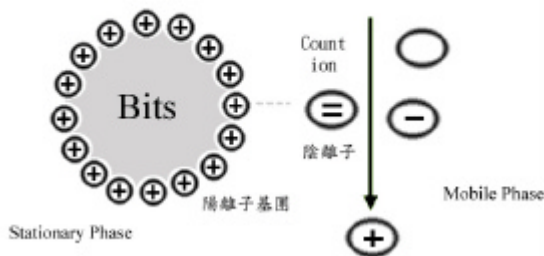

Fig 3 陰離子交換樹脂之示意圖，左右兩端分別為固定相與流動相。
(2) 分離方式有許多種類，如 Ion exchange ; Hydrophobic interaction ; Affinity ; Reversed Phase...等許多方式，本次實驗是使用 ion exchange 來分離，所以就以 ion exchange 的原理來討論與解說，同學若有興趣可以翻閱介紹 HPLC 的書籍。基本上 ion exchange 為一種使用吸附方式的層析法。它基於所要準備分離物質的陽或陰離子相對應的離子交換劑間的靜電結合，及根據物質的酸鹼性、極性等差異，通過吸附物時而將電解質容液分開，其中流動相為流動相為溶離緩衝液，固定相為介質表面的帶電基團 (Fig 3) 離子交換前的吸附能力，根據不同的電性是有不同的效果。